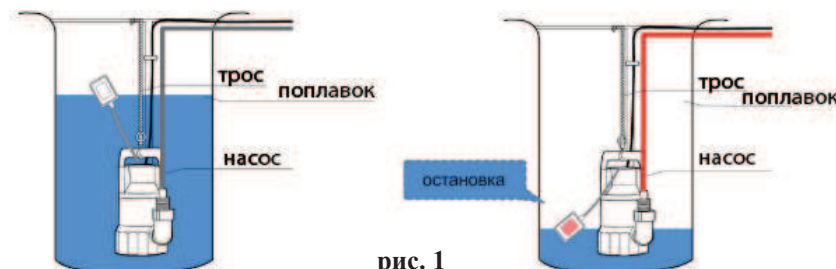

рис. 1
4.3 Насос оснащён поплавковым выключателем, который уже отрегулирован на определённый уровень включения и выключения насоса (рис. 1). Удостоверьтесь, что при минимальном уровне воды выключатель отключает насос.